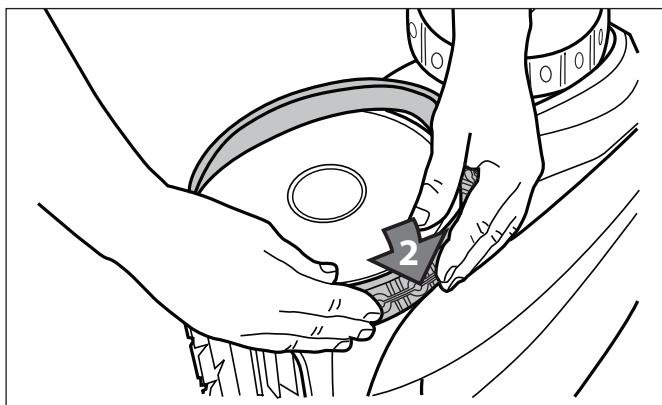

Figura 36. Comience por un lado del neumático
4. Coloque un lado del neumático sobre la rueda e inserte la costilla del neumático en el canal de la rueda (Figura 36).